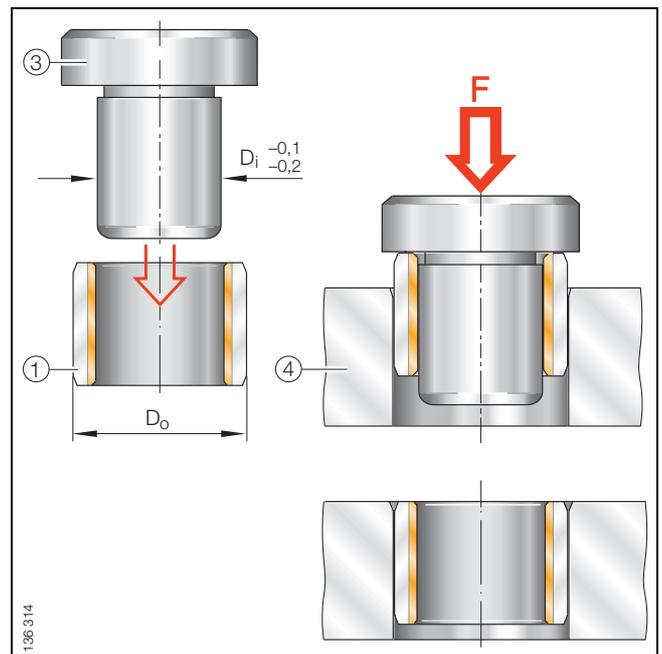

Bild 22 · Bündig einpressen, $D_o \leq 55$ mm
- bündiges Einpressen mit Dorn ohne Hilfsring gemäß Bild 22